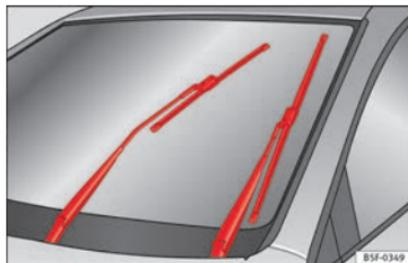

Fig. 170 Tergicristalli in posizione service.
– Accendere e spegnere il quadro, quindi (dopo circa 9 secondi), spostare la leva del tergicristalli verso il basso (tergiture singola). Le spazzole si posizionano nella posizione di manutenzione » **fig. 170.**